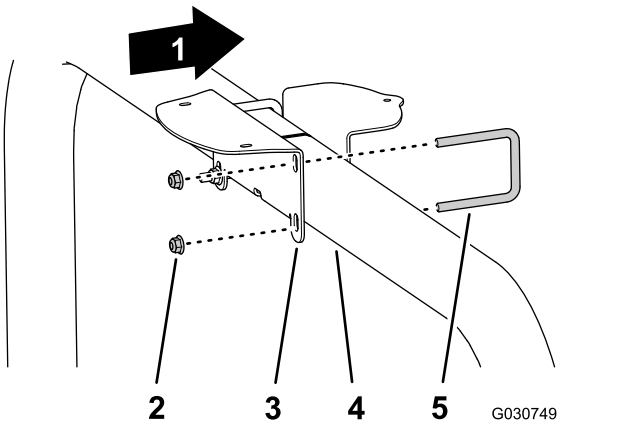

Figura 124
- Se a sua máquina estiver configurada com um sistema de navegação global por satélite (GNSS) com um sistema de aumento de área extensa (WAAS), monte a montagem do recetor no tubo ROPS (Figura 124) com as 2 cavilhas em U e as quatro porcas de bloqueio flangeadas (3/8 pol.).